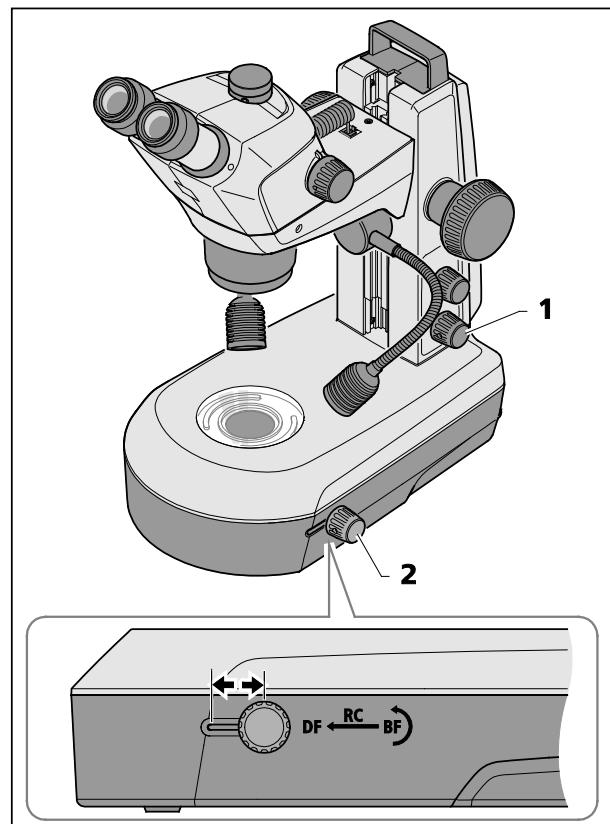

図 26 透過光ユニット（スタンド内）K LAB
- 下側の回転ボタン（図 26/1）を押して、透過光をオンにします。
- 回転/スライドボタン（図 26/2）を後ろ側の位置にスライドして、明視野（BF）に調整します。
- 回転/スライドボタン（図 26/2）を回して、透明/反射鏡を旋回する、あるいは角度を調整します。
- 回転/スライドボタン（図 26/2）を前側の位置にスライドして、暗視野照明（DF）に切り替えます。
回転/スライドボタン（図 26/2）を中央の位置にスライドし、鏡を傾けると、斜光効果（RC）が生じ、これは無色の対象物の構造を見るようにするのに最適です。